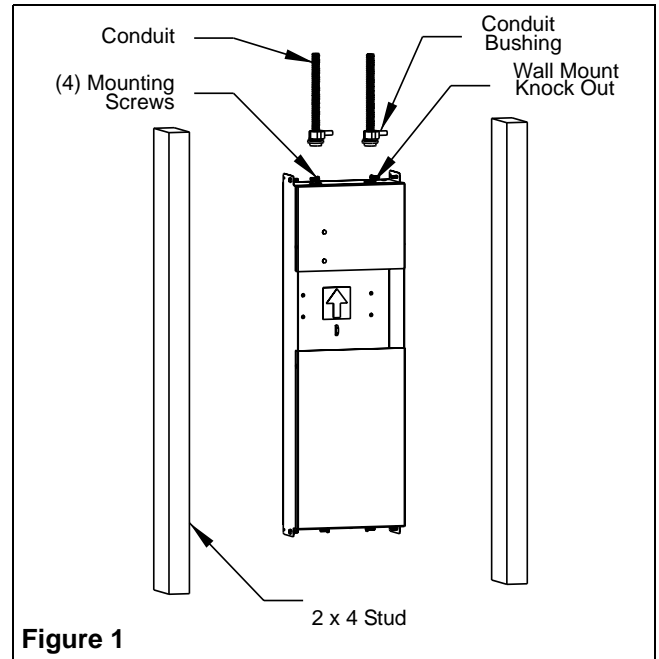

Figure 1
Back-Box Installation in the Wall (Figure 1)
1. Knock out the hole(s) on top of the back-box for incoming cable(s) (AC line; DC emergency line, Figure 1).
3. Use appropriate fasteners (not supplied) to mount the back-box on the stud (Figure 1).
Montage du boîtier encastré au mur (Figure 1)
1. Défoncez la(les) débouchure(s) sur le dessus du boîtier encastré pour permettre l'installation du (des) câble(s) entrant(s) (ligne c.a.; ligne de secours c.c., Figure 1).
3. Utilisez des fixations appropriées (non fournies) pour monter le boîtier encastré sur le colombage (Figure 1).